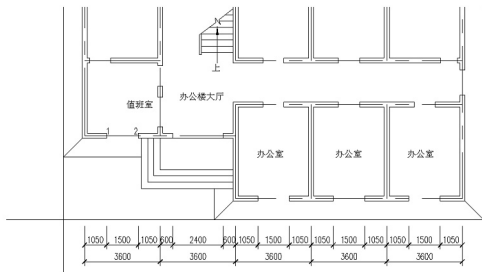

图 3.47 标出轴线尺寸
② 按 Enter 键结束【连续】标注命令,结果如图 3.47 所示。